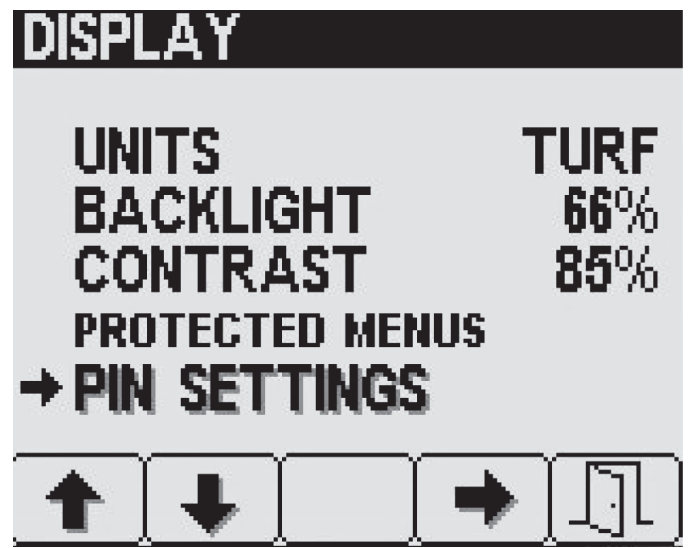

Bild 14
1. Drücken Sie auf den Bildschirm „Display“ die Taste 2, bis Sie „PIN-Einstellungen“ erreichen und drücken Sie Taste 4, um „PIN-Einstellungen“ auszuwählen (Bild 14).